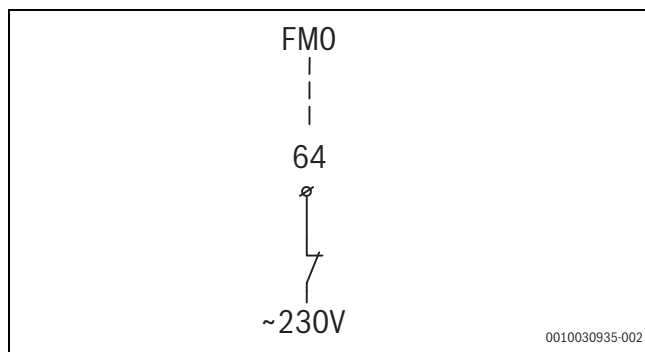

Fig. 30 Raccordement pour un chauffage auxiliaire externe avec sortie d'alarme 230 V
- Raccorder le signal d'alarme de 230 V (AC) comme indiqué dans la figure 30 sur le module d'installation à la borne de raccordement **FMO** (→ chap. 12.2, page 40 [26]).